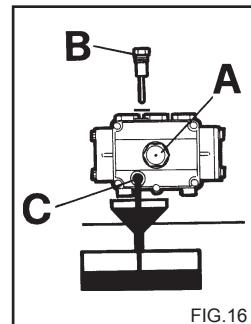

FIG.16
- Skrub aftapningsproppen, under pumpen, af (fig. 16 C).
- Skrub proppen af ved hjælp af oleipinden (fig. 16).